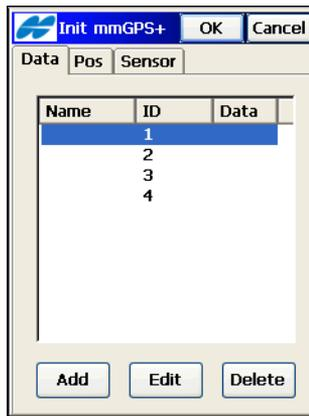

Abbildung 8-13. Initialisieren von mmGPS – Register „Trans-Daten“
2. Wählen Sie **Aufnahme ▶ Init mmGPS+**. Das Fenster „Init mmGPS+“ erscheint (Abbildung 8-13).
3. Wählen Sie auf dem Register *Trans-Daten* die **ID-Nummer** für den Laserkanal. Tippen Sie dann auf **Neu** (Abbildung 8-13). Das Fenster *Laser* erscheint.